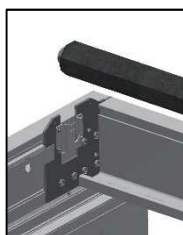
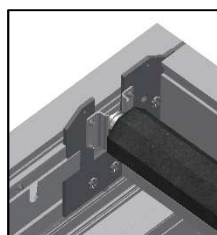

Abbildung 77
Abbildung 78
- » Walzenkapsellager in Halterung (34) stecken (Abbildung 77 und Abbildung 78)